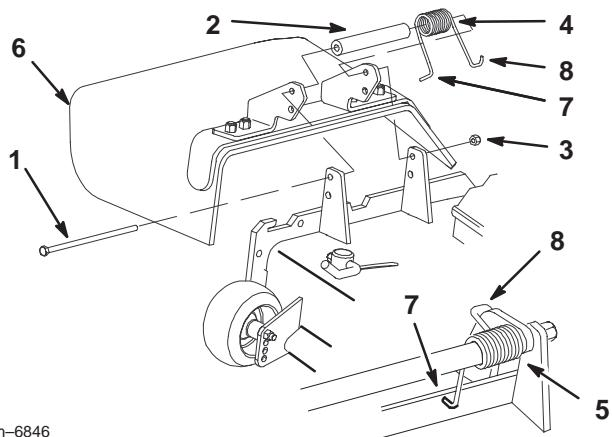

Figure 79
1. Retirez le contre-écrou, le boulon, le ressort et l'entretoise qui fixent le déflecteur aux supports de pivot (Fig. 79). Enlevez le déflecteur s'il est endommagé ou usé.
Remarque : Prenez soin de placer l'extrémité en L du ressort derrière le bord du plateau avant de mettre le boulon en place, comme indiqué à la Figure 79.
3. Remettez le boulon et l'écrou. Accrochez l'extrémité crochue en J du ressort au déflecteur d'herbe (Fig. 79).